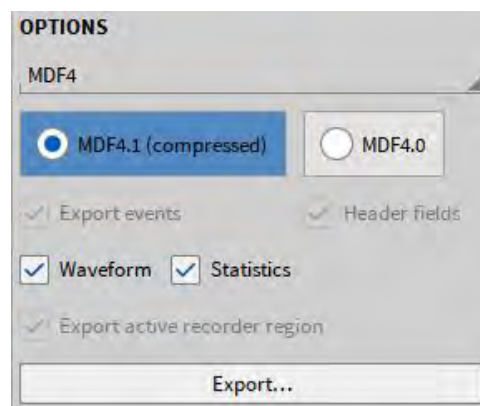

Fig. 11.8: *.mdf4-file ファイルのエクスポートオプション
*.mdf4 がフォーマットとして選択されている場合、以下の追加オプションを利用できます (Fig. 11.8 を参照)。